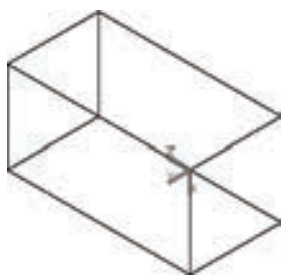

图 10-3 选择对象确定坐标系
(3) 对象 (OB) 根据选定三维对象定义新的坐标系, 如图 10-3 所示。新建 UCS 的拉伸方向 (Z 轴正方向) 与选定对象的拉伸方向相同。选择该选项, 系统提示如下。